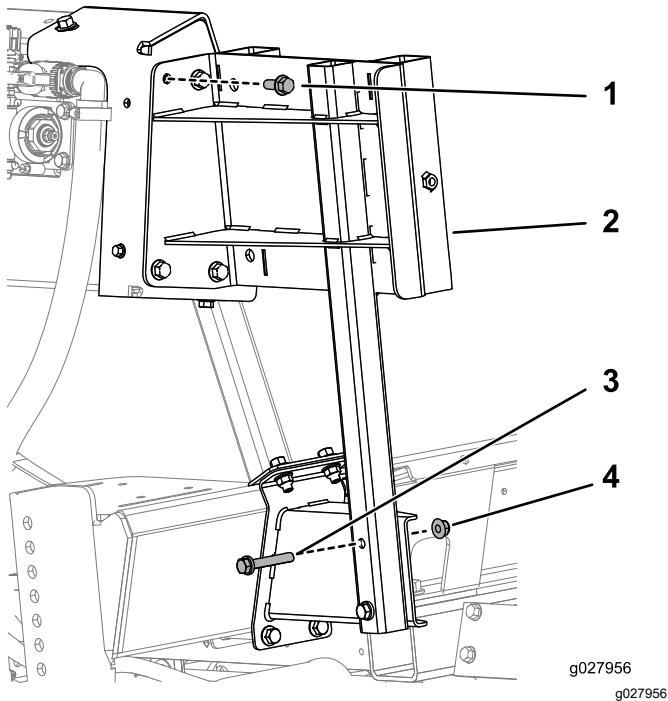

Figura 13
5. Sujete el soporte de la bandeja del carrete a los soportes superior e inferior con 4 pernos (3/8"-16 x 1"), 2 pernos (3/8"-16 x 2 1/4") y 6 tuercas con arandela prensada (3/8"-16), según se muestra en Figura 13.